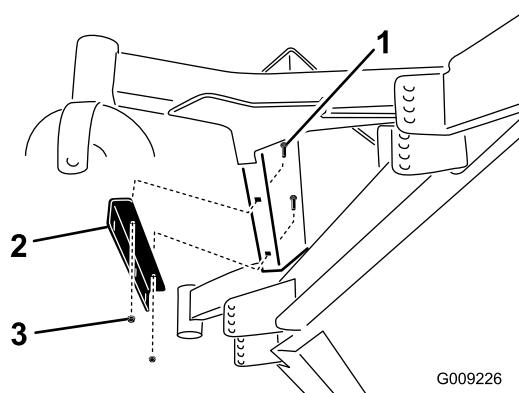

Figura 34
4. Instale el soporte de los contrapesos debajo del reposapiés con 2 pernos de cuello cuadrado (5/16" x 3/4") y 2 tuercas con arandela prensada (5/16"), según se muestra en Figura 34.